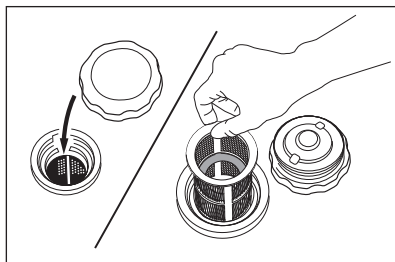

Рис. 15
1. Снимите пластмассовый фильтр, расположенный под крышкой горловины топливного бака (рис. 15).